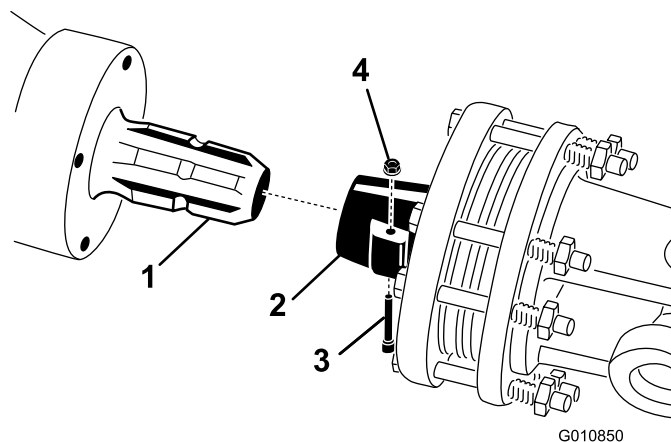

Figure 17
- Retirez la goupille et l'écrou de l'arbre de PDF (Figure 17).
- Accouplez le côté embrayage de l'arbre de PDF à l'arbre d'entrée de la boîte d'engrenages de l'aérateur avec la goupille et l'écrou retirés précédemment (Figure 17). La goupille ne peut être insérée que dans un sens.